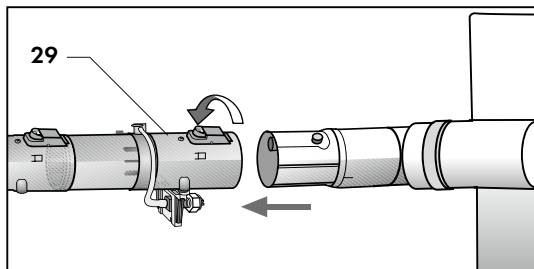

Fig. 14
- insertar el extremo hembra del vaporizado el extremo del cepillo, girando el anillo para bloquear las dos partes (**Fig. 14**)